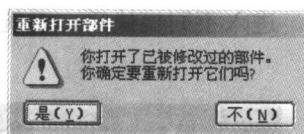

图 1-9 “重新打开部件”对话框
- 重新打开所有修改的部件：选择该命令后，如果打开的部件已经被修改，则系统弹出如图 1-9 所示的对话框。单击【是】按钮则重新打开文件，单击【否】按钮则不重新打开。